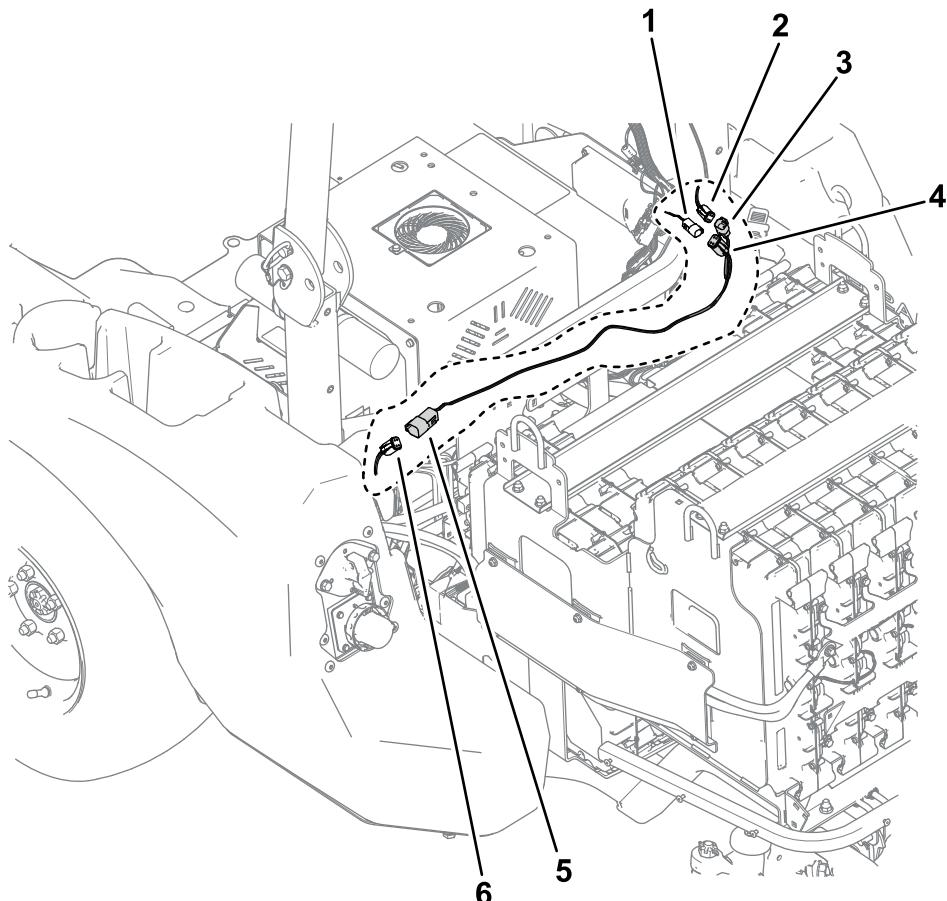

図 9
1. フードを上げ、P08—WORK LIGHT KIT POWERというラベルの付いたサンシェードワイヤーハーネスのコネクタを、P02—TO SUNSHADE HARNESS というラベルの付いたジャンパーウイヤーハーネスのコネクタに取り付ける (図 9)。
2. P03—TO MAIN HARNESSというラベルが付いているジャンパーウイヤーハーネスのコネクタを、P19—WORK LIGHT KIT POWERというラベルが付いているマシンワイヤーハーネスのコネクタに取り付ける。 (図 9)。
3. P01—TO EXPANSION PORTというラベルの付いたジャンパーウイヤーハーネスのコネクタを、マシンのワイヤーハーネスに沿ってマシンの左側まで配線し、P17—EXPANSION PORTというラベルの付いたコネクタに取り付ける。 (図 9)。